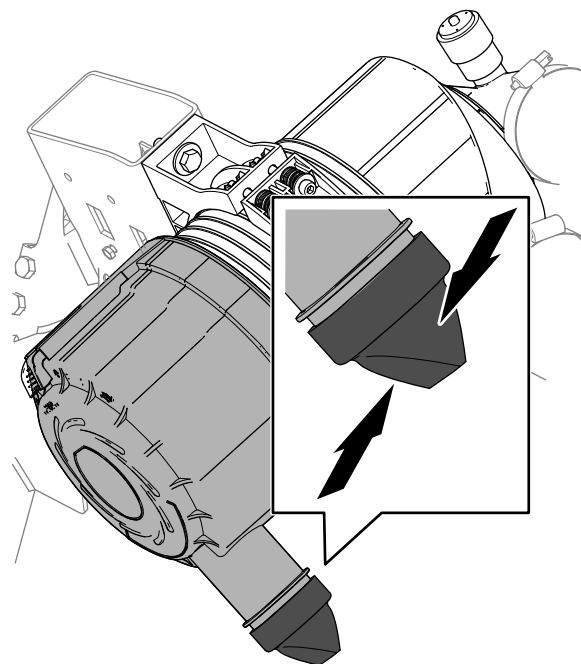

Рисунок 107
4. Сожмите клапан удаления пыли (Рисунок 107).